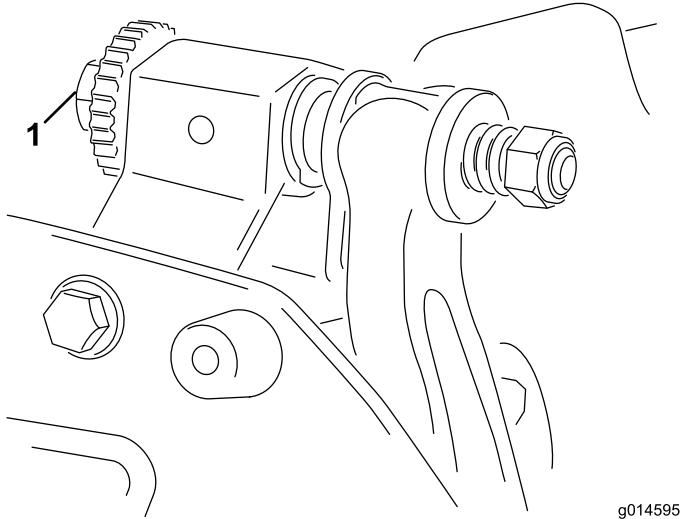

Рисунок 4
1. Установите режущий блок на ровной горизонтальной рабочей поверхности. Поверните регулировочные винты неподвижного ножа против часовой стрелки таким образом, чтобы неподвижный нож выпал из контакта с барабаном (Рисунок 4).